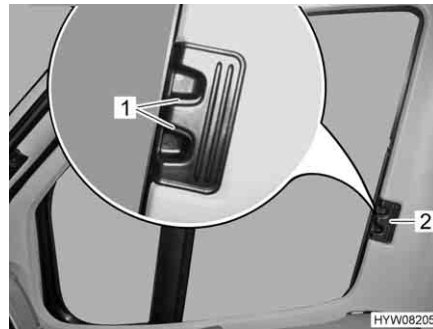

Bild 83    **Faltverdunklung für Fahrer-/Beifahrerfenster**
- Entriegelungsgriffe (Bild 83,1) zusammendrücken und gedrückt halten.
- Die **Faltverdunklungen** für das Fahrerfenster und das Beifahrerfenster am Griff (Bild 83,2) zur anderen Fensterseite ziehen und an den Magnetstreifen aneinanderfügen.
- Die **Faltverdunklungen** für das Fahrerfenster und das Beifahrerfenster am Griff (Bild 83,2) bis zum Anschlag einschieben.
- Entriegelungsgriffe (Bild 83,1) loslassen und einrasten lassen.